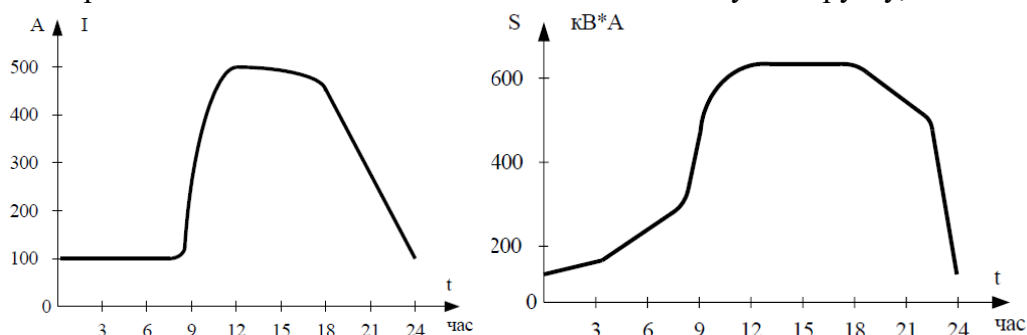

Рисунок 1 – Исходные данные для задачи 2
2. Выбрать мощность цехового трансформатора при известном суточном графике потребления мощности (рисунок 1). Установившийся тепловой режим трансформатора наступает через 8 часов с момента включения под постоянную нагрузку, в течение 8 ч.